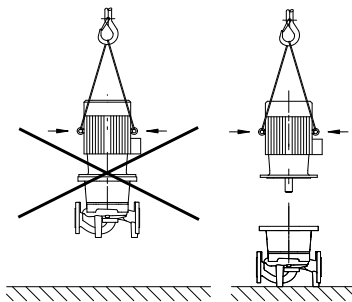

Fig. 6: Transport du moteur
- Les œillets de transport du moteur sont exclusivement dédiés au transport du moteur et non de la pompe complète (fig. 6).